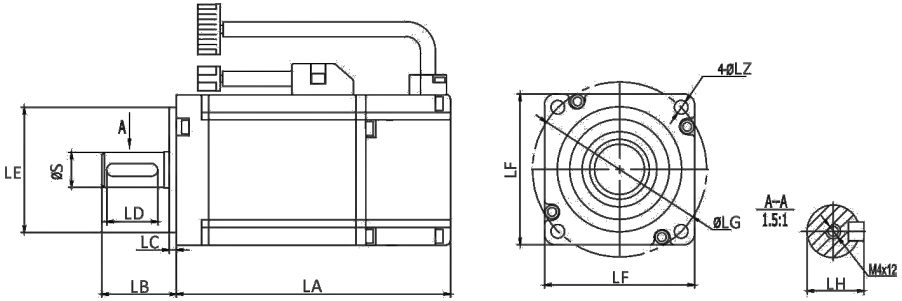

图 3.4 40、60 电机和表 3-1
- 40、60 机座电机的安装尺寸(见图 3.4 和表 3-1)